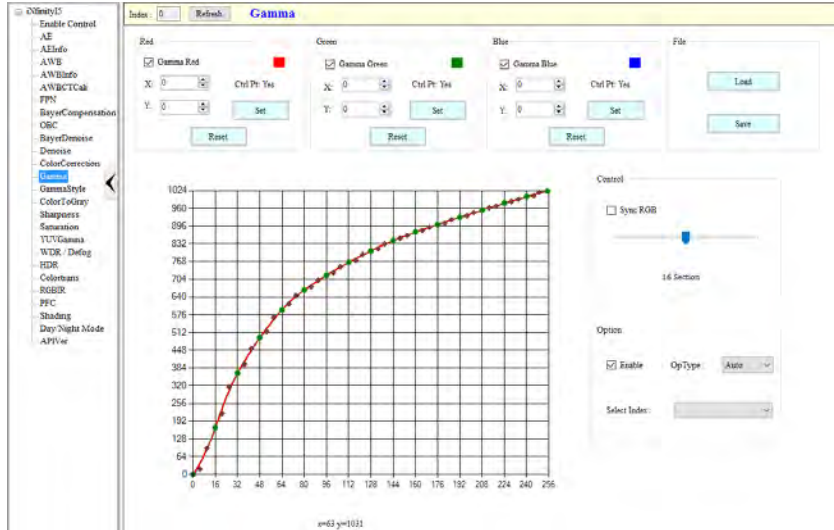

Figure 82: Gamma 调值界面
- 點選 Gamma 樹狀節點，即在右方產生 Gamma 調值介面，如 Figure 82。